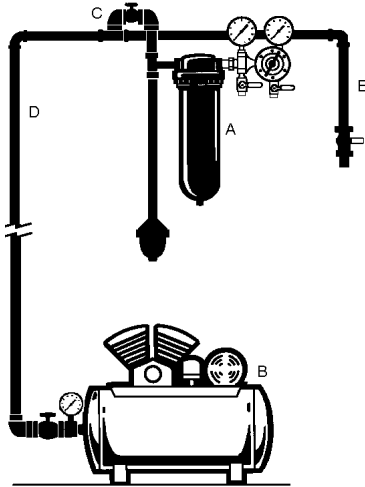

Figura 2 – Instalación del regulador/filtro de aire
Fije con un perno (A) el filtro/regulador a la cabina de rociado. (ver Figura 2)